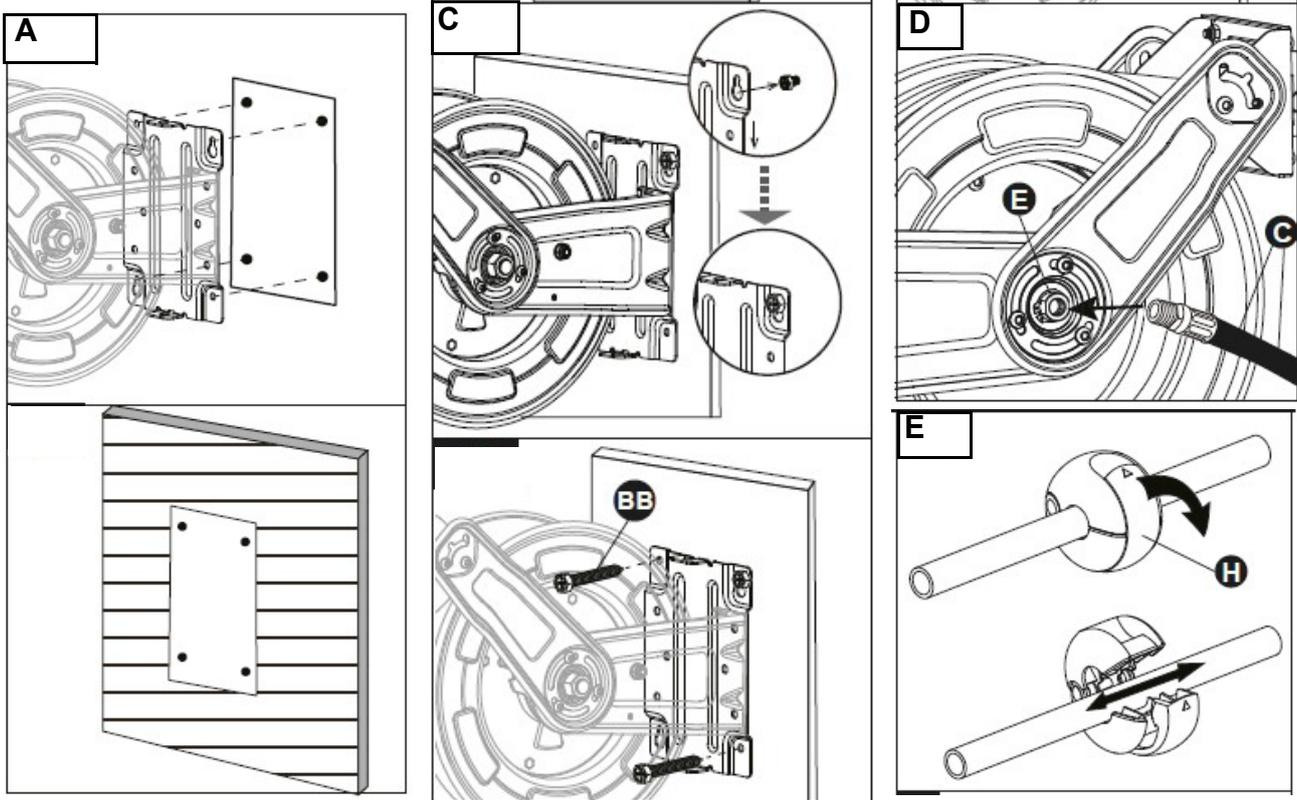

Abb.4-1: Montage
- **M PRO Modelle:** Legen Sie 3-5 Lagen Dichtungsband um die beiden Stecker-Enden des Anschlusschlauchs (Pos. C, Abb. 4-1), befestigen Sie ein Ende am Lufteinlass (Pos. E, Abb. 4-1D) und ziehen Sie es mit einem 3/8"-Schraubenschlüssel (10 mm) fest.